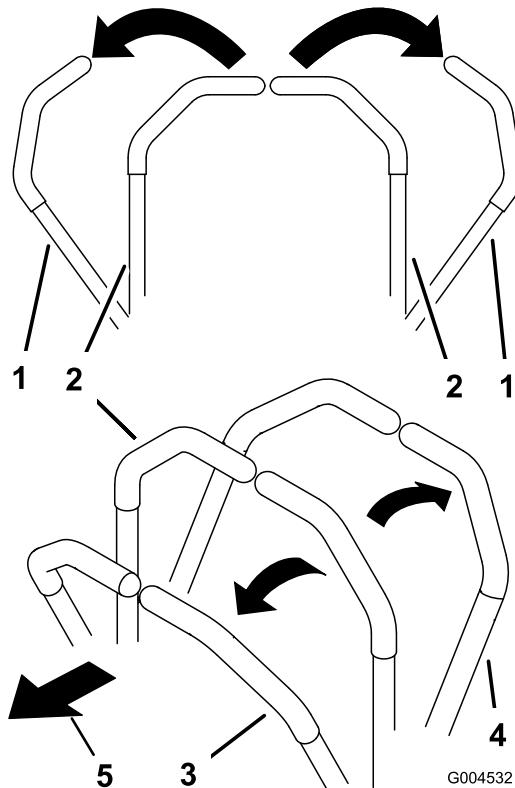

Figura 17
2. Per fare marcia avanti spingete lentamente in avanti le leve di controllo del movimento (Figura 17).
Per spostarvi in linea retta applicate una pressione identica su entrambe le leve di controllo del movimento (Figura 17).
Per girare, rilasciate la pressione sulla leva di controllo del movimento verso la direzione in cui volete voltare (Figura 17).